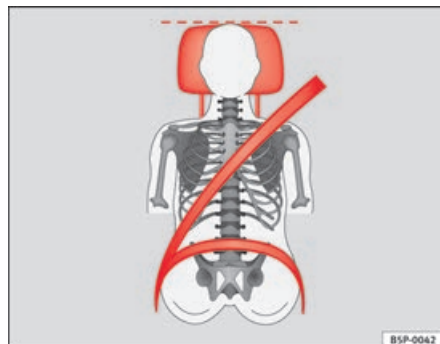
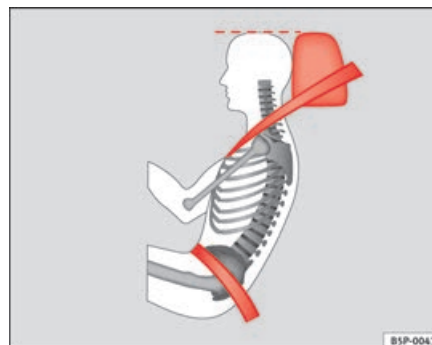

Fig. 92 Veduta anteriore: poggiatesta e cinture di sicurezza posizionati correttamente
Fig. 93 Vista laterale: poggiatesta e cinture di sicurezza posizionati correttamente
- Regolare il poggiatesta portando il suo bordo superiore alla stessa altezza della parte superiore della testa, almeno all'altezza degli occhi ⇒ fig. 92 e ⇒ fig. 93.